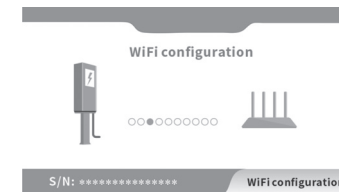

Abb.1 / WLAN-Konfiguration
1. Platzieren Sie die Wandhalterung an der Stelle, wo Sie die Ladestation platzieren möchten. Bohren Sie 4 Befestigungslöcher mit einem Durchmesser von 10 mm und einer Tiefe von 50 mm in der entsprechenden Höhe (Abb.1).
- Drücken und drehen Sie die Not-Aus-Taste dreimal hintereinander, bis die vier Kontrollleuchten aufleuchten. Gleichzeitig wechselt der LCD-Bildschirm zur WLAN-Konfigurationsseite (Abb.1). Klicken Sie in der App auf die Schaltfläche „Confirm“ bzw. „Start“, um die WLAN-Konfiguration vorzunehmen.